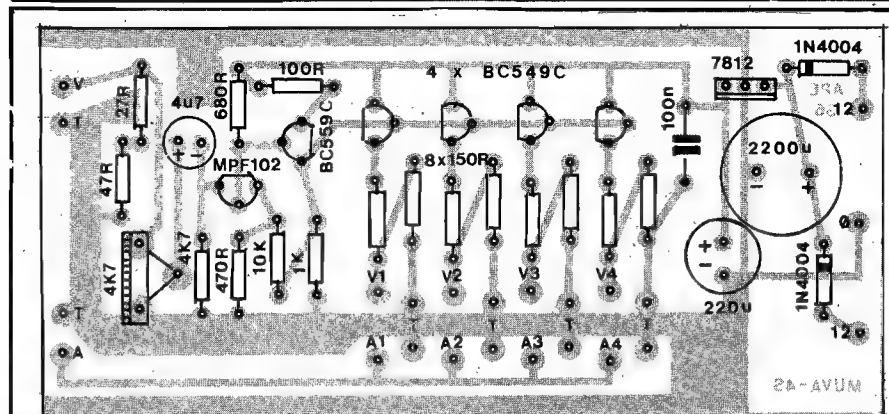

Fig.4
- **FIG. 4 - "CHAPEADO" DA MONTAGEM** - Vista da placa, pelo lado não cobreado, todos os